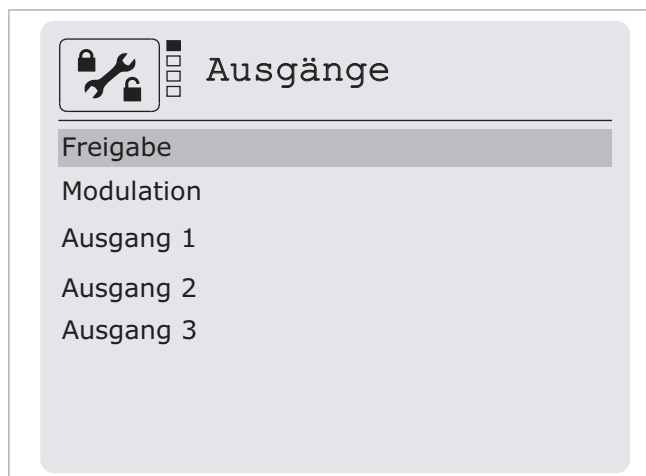

Abb. 26: Menüpunkt Ausgänge - Auswahl des Untermenüs „Freigabe“
3. Im Menü Ausgänge das Untermenü Freigabe öffnen (siehe → Abb. 26, S. 22).